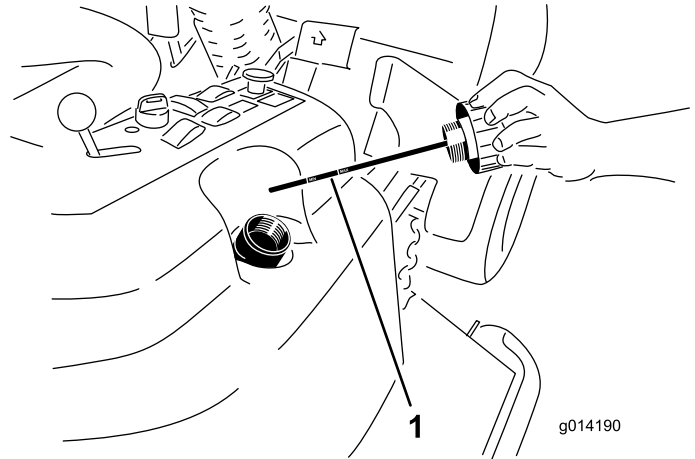

Figura 52
2. Retire el tapón de llenado de aceite hidráulico (Figura 52) del cuello de llenado.
3. Retire la varilla y límpiela con un paño limpio (Figura 52).
4. Introduzca la varilla a fondo en el cuello de llenado; luego retírela y compruebe el nivel del aceite (Figura 52).